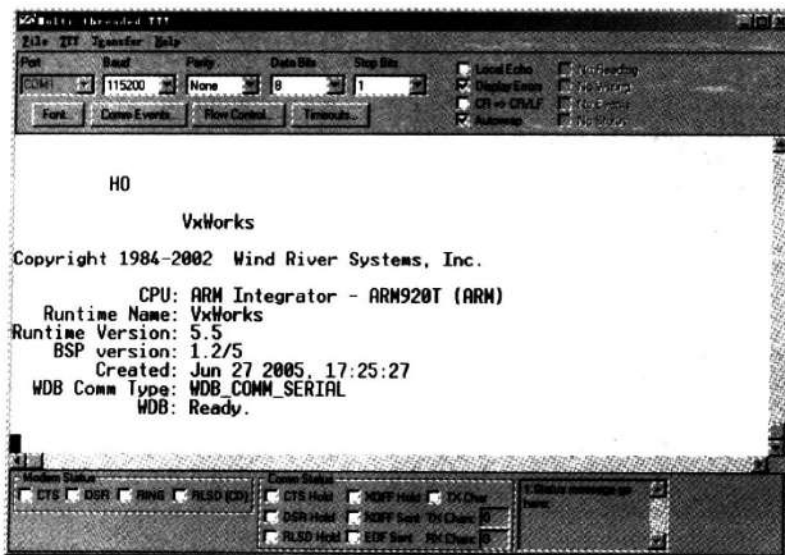

图 4-18 串口辅助工具 MTTY 的运行界面
⑧ 使用 Build 选项来编译该工程。
⑨ 在工程编译完毕后,使用 ADT 将其下载到目标板上(新建一个空的工程,选择用户下载即可)。
⑩ 连接教学系统的串口 0,并设置波特率为“115200,8N1”,在 ADT 中使用 go 命令运行下载的程序。可以看到如图 4-18 所示的运行界面。